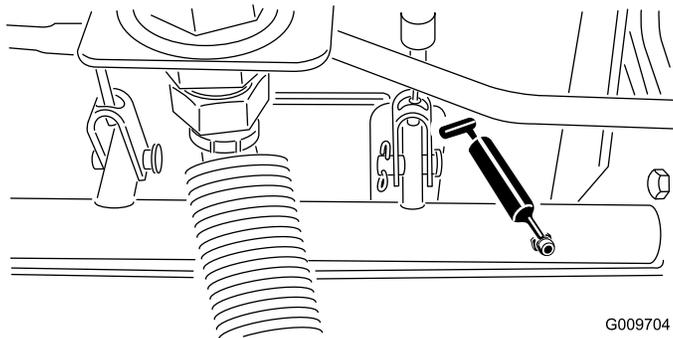

Figura 75
- Rolamentos da articulação do veio do travão (5), como se mostra na Figura 75